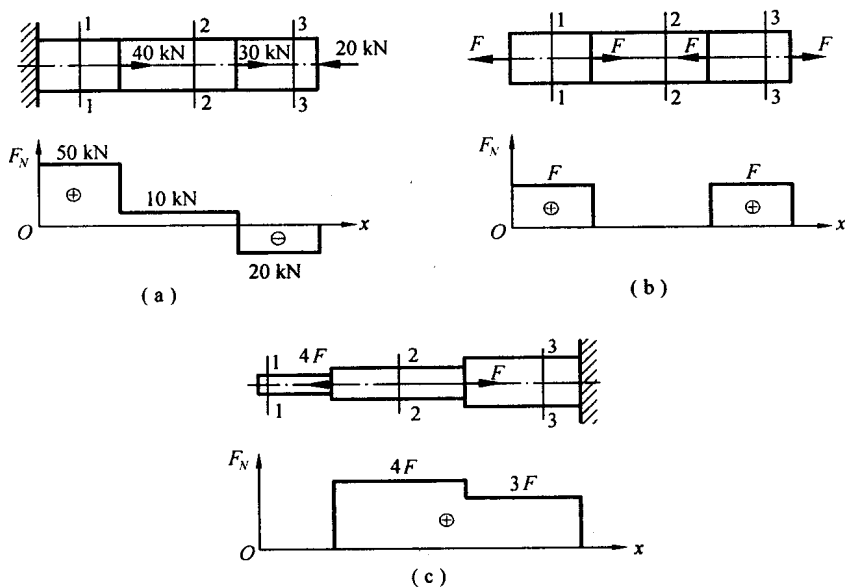

图 2-1
2.1 试求图 2-1 所示的各杆 1-1, 2-2, 3-3 截面上的轴力, 并作轴力图。
解 轴力图如图 2-1 所示。
2.3 在图 2-1(c) 中, 若 1-1, 2-2, 3-3 三个横截面的直径分别为 $d_1 = 15 \text{ mm}$, $d_2 = 20 \text{ mm}$, $d_3 = 24 \text{ mm}$, $F = 8 \text{ kN}$, 试用图线表示横截面上的应力沿轴线的变化情况。
解 由图 2-1(c) 所示轴力图可知, 三个截面的轴力分别为 $F_{N1} = 0$, $F_{N2} = 4F$, $F_{N3} = 3F$, 三个截面上的正应力分别